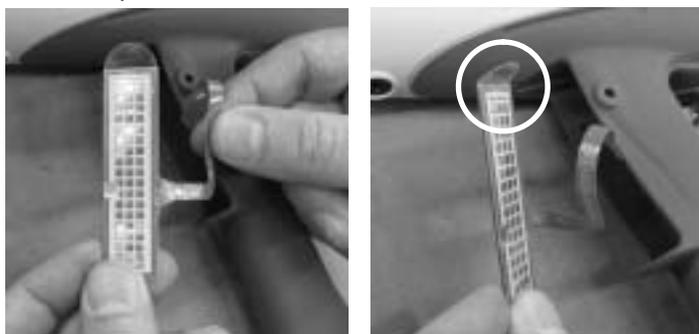

Figura 6-10 Instalação do interruptor dos gatilhos - passo 3
3. Consulte a figura 6-10. Endireite o cabo de fita, depois curve a patilha na parte superior do interruptor de modo que ela fique perpendicular ao interruptor.